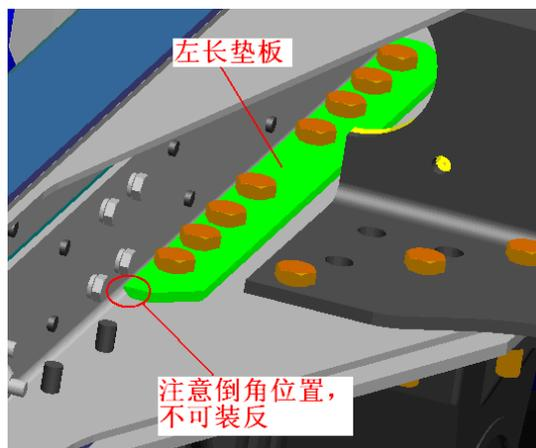

图 12
4、将左长垫板及右长垫板分别装入靠背梁两端区域（图 12），注意图示下垫板倒角是为了避让圆角，不可装反（2011 年 7 月以后的新结构 3 桥 12 方已有长垫板，故无需此项）；